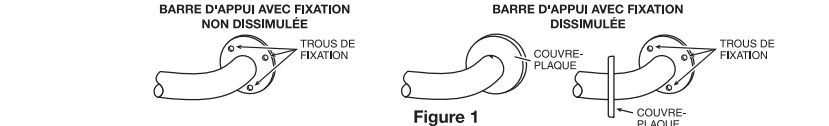

Figure 1
16. Si vous utilisez une barre d'appui avec des fixations dissimulées, retirez les couvre-plaques des trous de montage (voir Figure 1).